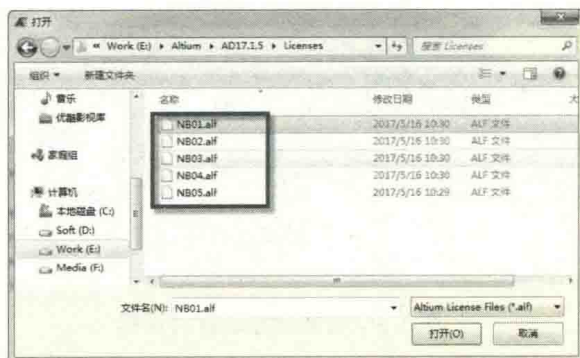
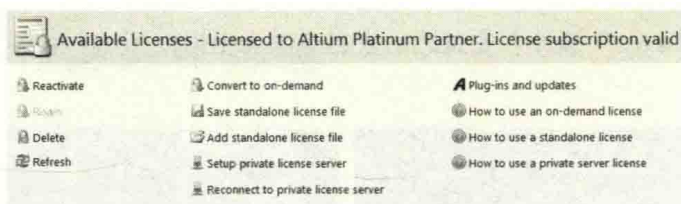

图 1-7 添加授权 License 文件
图 1-8 激活完成
(2) 选择“Available Licenses-Unlicensed”中的“Add standalone license file”命令添加如图 1-7 所示的 Altium 官方授权 License 文件，完成激活，如图 1-8 所示。